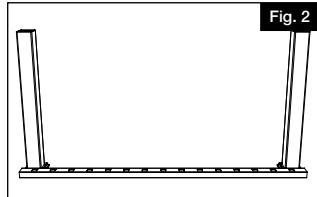

Fig. 2
- Placer la traverse inférieure dans l'ouverture entre les poteaux ; laisser un espace équivalent entre le dernier barreau et le poteau à chaque extrémité (Fig. 2).